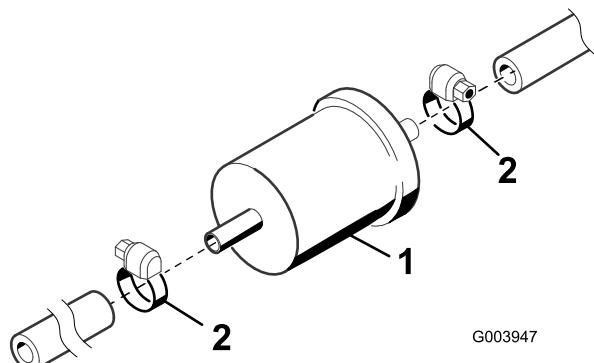

Figura 64
1. Localice el filtro de combustible, situado en el travesaño izquierdo del bastidor, delante de la bomba de combustible (Figura 64).